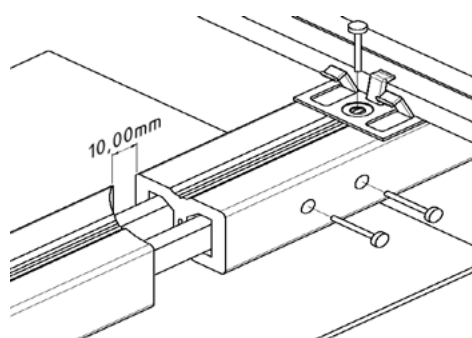
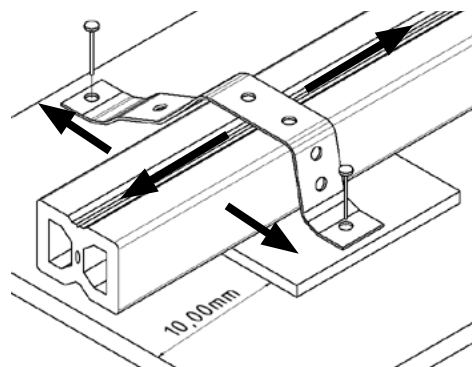

Fig. 1.2
Fig. 1.3
Commencez par la pose des lambourdes. Prenez en compte une légère pente (1,5 à 2%) dans le sens de la longueur des lames (sauf strongWood solide (XL) db) pour assurer un écoulement suffisant des eaux de pluie. Quel espacement britannique est pertinent pour le TD respectif, veuillez vous référer à notre liste de prix actuelle dans la section „Dimensions" et là sous UKA ! La distance maximale entre les supports est de 400 mm. Les lambourdes CoBAM disposent d'une connexion rainure/languette. Connecter les rainures et languettes des lambourdes. Pour les lambourdes WPC, insérer deux connecteurs inox dans les alvéoles afin d'assurer la stabilité de la jonction (fig. 1.2). De façon alternative, il est possible de laisser les lambourdes WPC se chevaucher sur 200 mm. Fixer en outre la lambourde au moyen d'une mince plaque perforée pour éviter une déformation de la surface en raison des conditions climatiques. La liberté de mouvement horizontal de la lambourde ne doit pas être entravée (fig. 1.3). La cohésion de la surface est assurée par la connexion des lambourdes ou leur chevauchement. Nous recommandons au moins 3 points de fixation par lambourde. Sauf toits-terrasses en porte-à-faux pour lesquels un support approprié et viable doit-être construit sur place. Pour les balcons ou autres situations de montage sans contact avec la terre, nous recommandons afin d'éviter une charge statique pour les lames composites (basicDeck ; strongWood), de placer une bande métallique (ex. ruban perforé) entre les lambourdes et les lames, qui soit en contact avec chaque lame et reliée à la terre.
Insérer le clip en acier inoxydable sur chaque lambourde jusqu'à ce que celui-ci vienne buter contre le débord inférieur de la lame de terrasse (fig. 1.2). Percer la lambourde avec un foret spécial HSS (Ø3 mm) puis visser le clip en acier inoxydable directement à la lambourde. **ASTUCE:** en raison des conditions climatiques (chaleur, froid, humidité...), les lames peuvent se dilater, se contracter ou glisser. Afin d'éviter un déplacement des lames dans une direction non-souhaitée, fixer chaque lame à l'aide d'un clip de fixation à l'endroit approprié (par exemple pour éviter un glissement vers le mur de la maison, le clip de fixation doit se trouver du côté dudit mur).